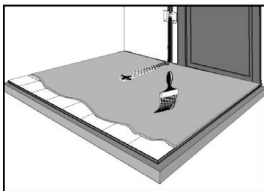

Рис. 3
8) Подготовленную поверхность рекомендуем покрыть грунтовкой глубокого проникновения. Сильно впитывающие поверхности грунтуются два раза. Дайте поверхности высохнуть (рис. 3).